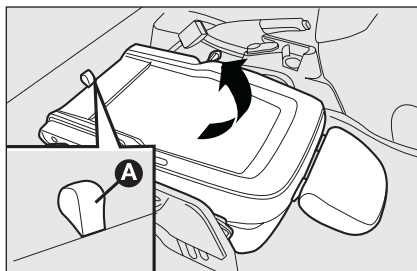

fig. 24
- ☐ tomar la lengüeta **A**-fig. 24 y levantar el respaldo hacia arriba;